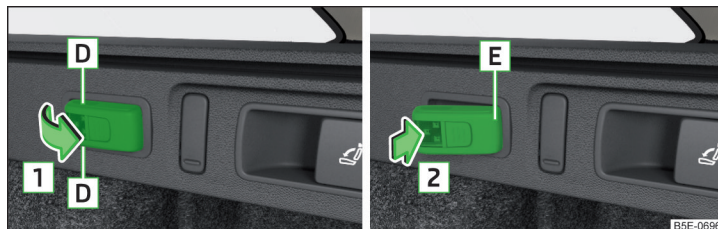

Fig. 124 Lampa cu posibilitate de demontare: scoaterea/introducerea
- Pentru **scoatere**, apucați lampa în zona [D] și scoateți-o în sensul săgeții [1] » fig. 124.
- Pentru **introducere**, introduceți lampa întâi cu partea din spate [E] în suport » fig. 124 și apoi apăsați-o în sensul săgeții [2], până se fixează cu zgomot.